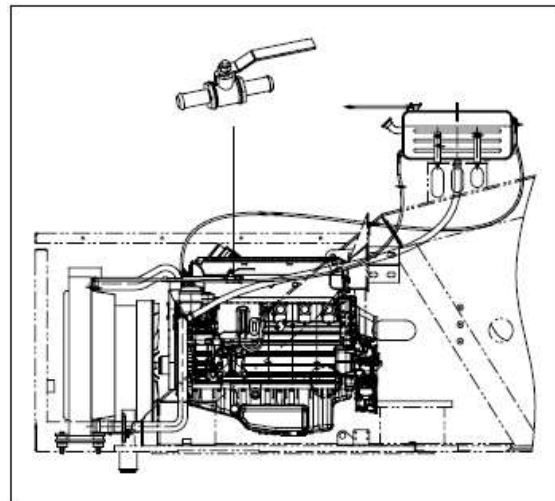

Fig.4-5.9 Válvula de água quente
b. Abra a válvula de água quente na tubulação de água que liga o motor superestruturado até o tanque de água; Veja Fig.4-5.9.